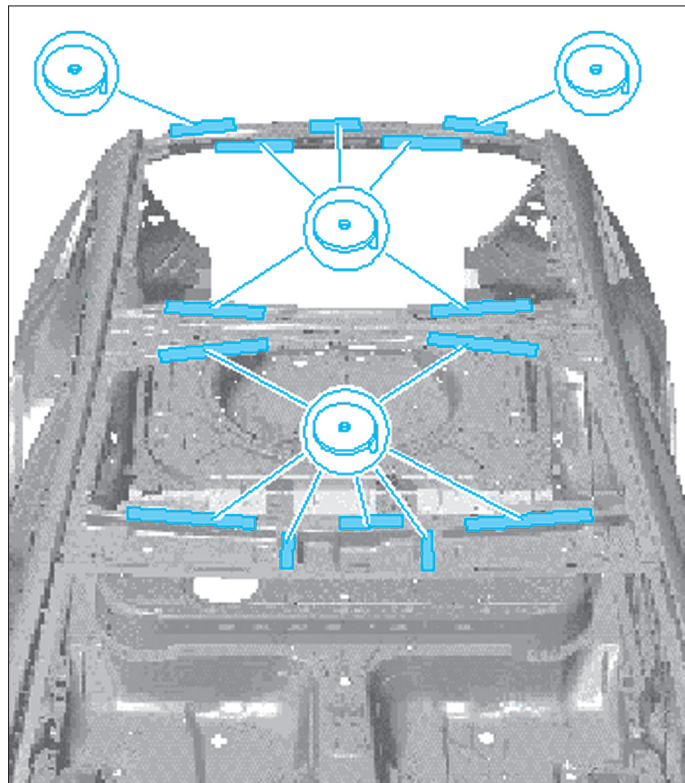

FIG. 49
- Appliquer le cordon de colle sur la traverse avant et arrière du pavillon (Fig.49).